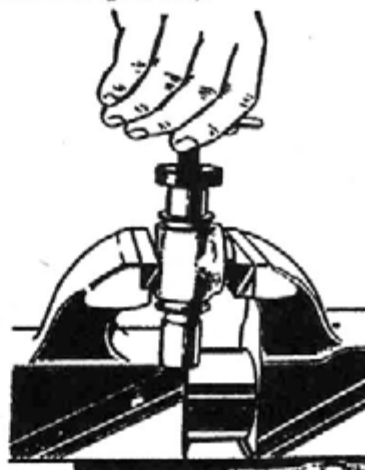

Рис. 250. Извлечение упорного кольца автоматического устройства из колесного цилиндра
7. Выньте из полости цилиндра упорные кольца 6 при помощи съемника (рис. 250).